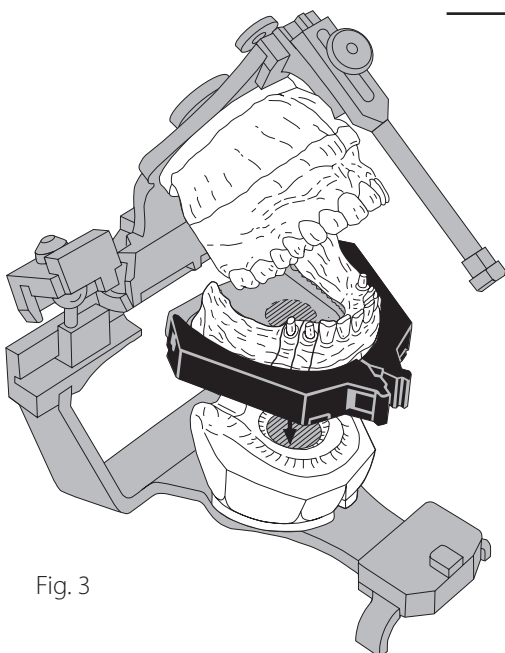

Fig. 3
4. Ta bort modellen från artikulatorn. Skrapa bort den prefabricerade distansen (Fig. 3).